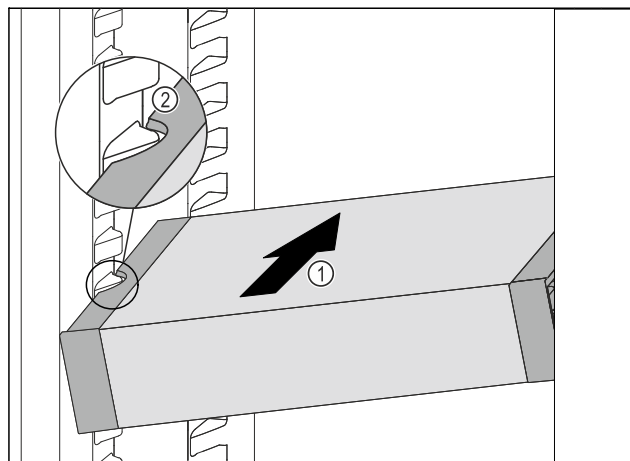

Fig. 107
- 将 VarioSafe 斜插入冷藏区中 Fig. 107 (1)，直至 VarioSafe 的侧部凹槽 Fig. 107 (2) 与冷藏区中的容器肋梁持平。